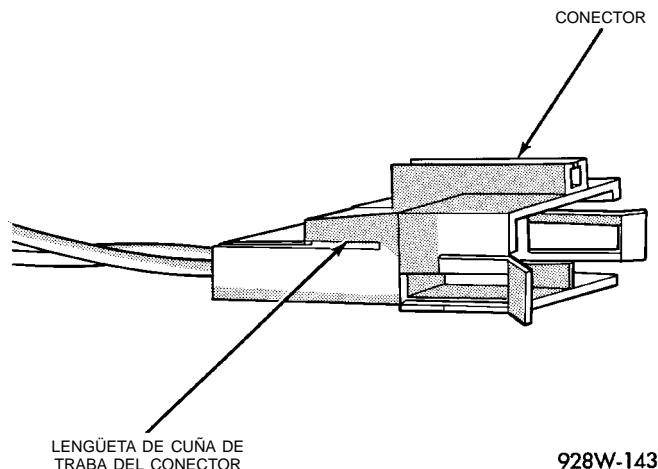

Fig. 17 Cuña de traba del conector
- (1) Desconecte la batería.
- (2) Desconecte el conector, que debe repararse, de su mitad/componente complementario.
- (3) Retire la cuña de traba del conector, si fuese necesario (Fig. 17).